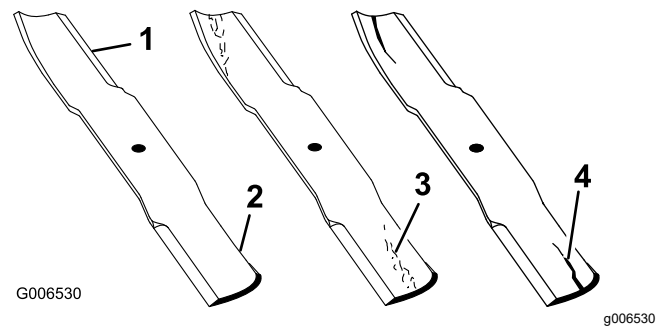

Figure 91
1. Examinez le tranchant des lames (Figure 91).
4. Remplacez immédiatement toute lame fendue, usée ou qui présente une entaille sur cette partie (Figure 91).